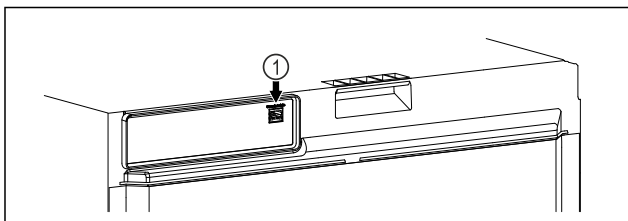

Fig. 114
- SmartModule Fig. 114 (1) er indsat.